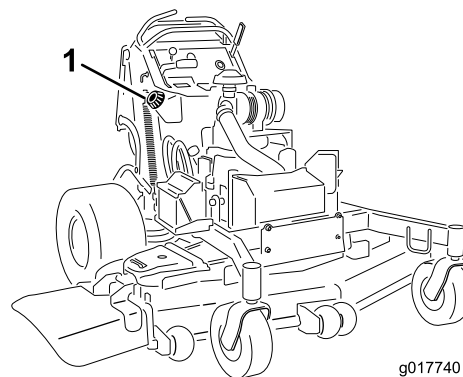

Figura 49
6. Usando la bomba tipo sifón, vacíe el combustible en un recipiente de combustible limpio (Figura 49).